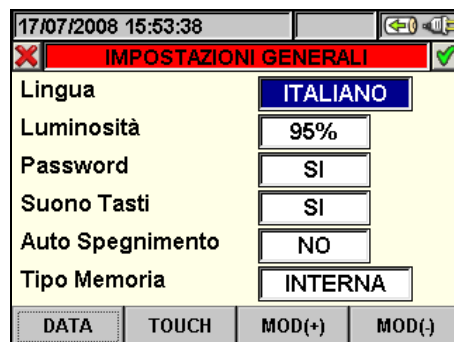

Fig. 9: Videata Impostazioni Generali
1. Premere il tasto **F1** (oppure la voce **DATA** a display) nella videata mostrata in Fig. 9. Lo strumento presenta la videata seguente: